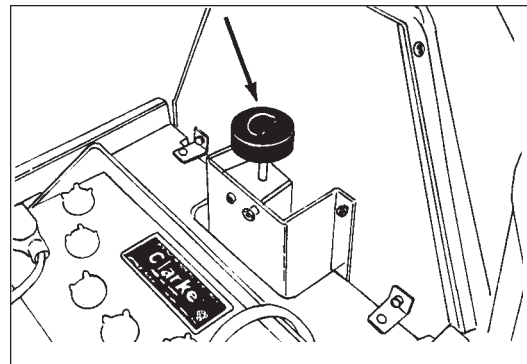

Figure 25
2. Turn the pad pressure knob (figure 25) clockwise to increase pad pressure and counter clockwise to decrease pad pressure. Use the pad pressure gauge to determine the best setting. The needle should stay in the green area.
2. Tournez le bouton de réglage de la pression (figure 25) dans le sens **horlogique** pour **augmenter** la pression et dans le sens **antihorlogique** pour **diminuer** la pression. Pour déterminer le meilleur réglage, consultez l'indicateur de pression du disque: l'aiguille doit toujours rester dans la zone verte.